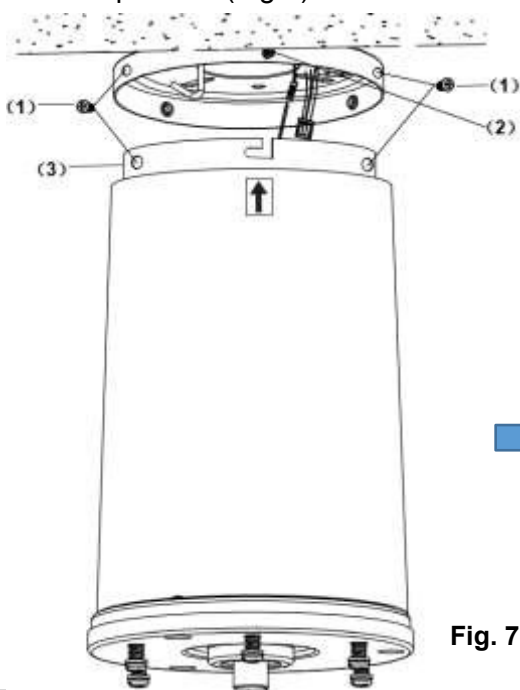

Fig. 7
- Levante la cubierta colgante del conjunto del ventilador hasta el soporte de montaje y deje que la ranura en forma de L de la cubierta colgante pase a través de los dos tornillos de la cubierta con arandela de estrella (2). (Fig.7)
- Gire la capota colgante (3) hasta que encaje en la sección final de la ranura en forma de L, asegúrese de que la arandela de estrella esté entre la capota colgante (3) y la cabeza del tornillo. Asegúrelo apretando los dos tornillos de la capota con la arandela de estrella (2). (Fig.7)